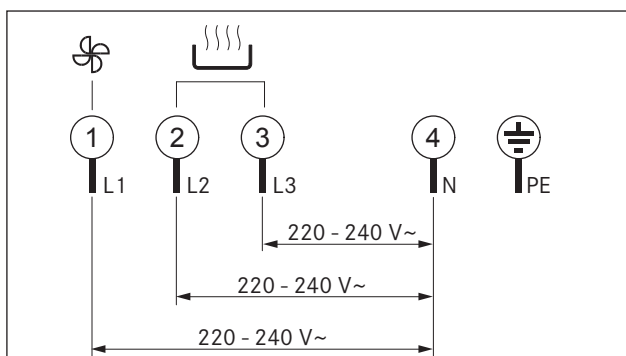

Fig. 6.36 Esquema de ligações ligação trifásica
- ▶ Ligar o cabo de ligação à rede elétrica de acordo com o respetivo esquema de ligações (v. fig. 6.36 Esquema de ligações) à ligação à rede elétrica [2] da placa de cozinhar com extrator de superfície.